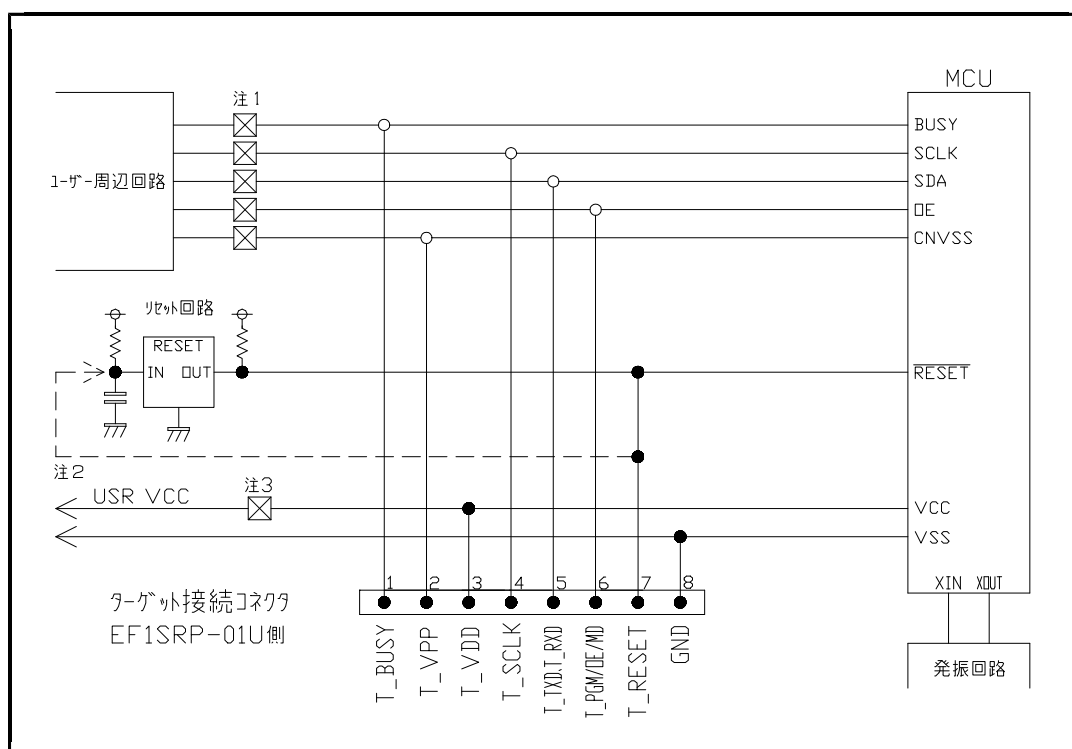

図 4 . 1 ターゲット M C U 周辺回路例
(1) 7 2 0、4 5 0 0 シリーズをご使用される場合のターゲット M C U 周辺回路例を図 4 . 1 に示します。